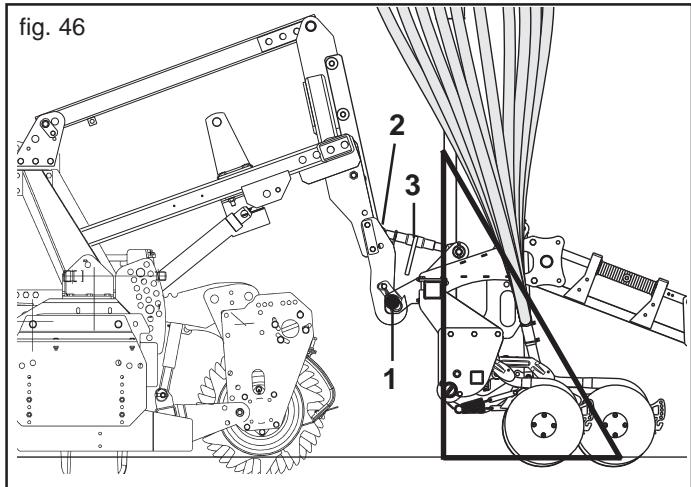

fig. 46
- 4) Utiliser le tracteur avec un maximum d'attention pour rapprocher la herse rotative des barres de semis et les accrocher de la façon indiquée sur la Figure 46 (1) à l'aide de l'élévateur.
- 5) Relier le troisième point supérieur (2, Fig. 46); bloquer la cheville par la goupille "ad hoc". Positionner le semoir perpendiculairement au sol (Fig. 46) par l'entretoise de réglage (3, Fig. 46).